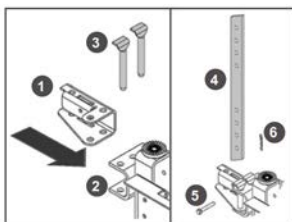

Рис. 4 Установка сошника
4. Для устойчивости мотоблока установите сошник. Установите кронштейн 1 сошника в кронштейн 2 рамы мотоблока (Рис. 4). Совместите отверстия в кронштейнах сошника и рамы и вставьте пальцы 3 (Рис. 4). Установите сошник 4 в кронштейн сошника (Рис. 4). Вставьте сошник в специальный паз кронштейна, совместите нужное отверстие в сошнике с отверстием в кронштейне и вставьте палец 5 крепления сошника (Рис. 4). Зафиксируйте палец шплинтом 6 (Рис. 4).